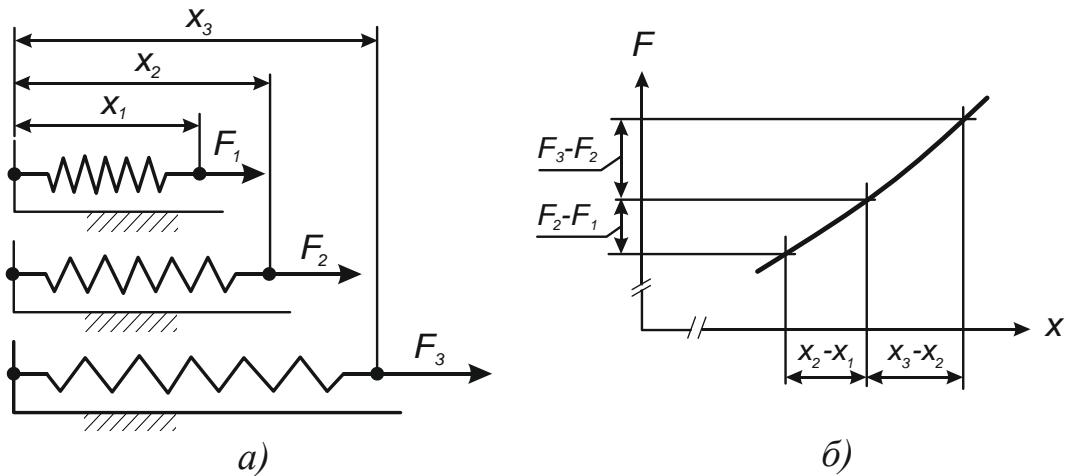

Рис. 1
Характеристика пружины. В данной работе характеристикой пружины является зависимость растягивающей силы F , от растяжения x (рис. 1, а).
Пружину растягивают динамометром. Положение подвижного конца пружины отмечают на линейке. Характеристику строят по трём точкам (рис. 1, б).
6. Построить график зависимости $F(x)$, (см. рис. 1, б).
7. По формуле (1) вычислить жёсткость пружины c_1 . Вписать эту жёсткость в табл. 1.